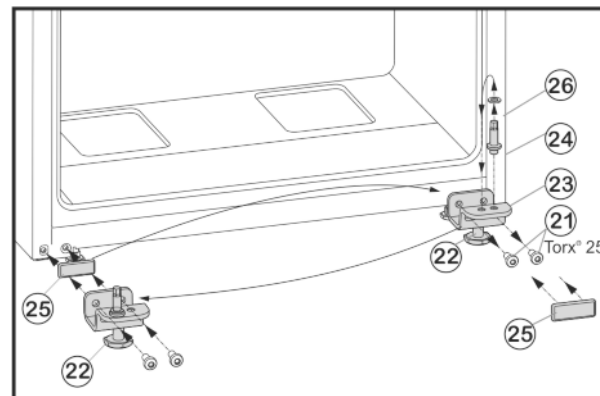

Fig. 6
- Befestigungsschrauben Fig. 6 (21) abschrauben.
- Lagerbock unten Fig. 6 (23) komplett mit Lagerbolzen Fig. 6 (24), Scheibe Fig. 6 (26) und Stellfuß Fig. 6 (22), abnehmen.
- Lagerbolzen Fig. 6 (24) komplett mit Scheibe Fig. 6 (26) abschrauben, in das gegenüberliegende Aufnahmeloch des Lagerbocks umsetzen und wieder festschrauben.
- Abdeckplatte Fig. 6 (25) vorsichtig abnehmen und auf die Gegenseite umsetzen.
- Lagerbock unten Fig. 6 (23) komplett mit Lagerbolzen Fig. 6 (24), Scheibe Fig. 6 (26) und Stellfuß Fig. 6 (22) auf der neuen Scharnierseite ggf. mit Hilfe eines Akkuschaubers fest (mit 4 Nm) wieder anschrauben.
- Untere Tür von oben auf Lagerbolzen Fig. 6 (24) aufsetzen.
- Stellfuß Fig. 6 (22) am Lagerbock unten Fig. 6 (23) herausdrehen, bis er auf dem Boden aufliegt.